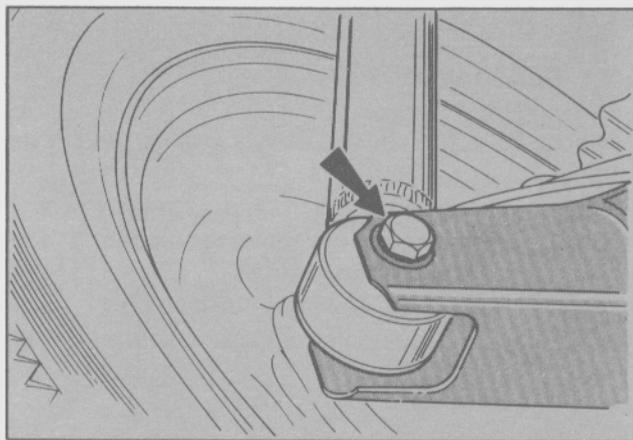

Fig. 48. Montaje inferior del amortiguador al brazo de suspensión
- Retirar el tornillo de sujeción del montaje inferior del amortiguador al brazo inferior (Fig. 48).